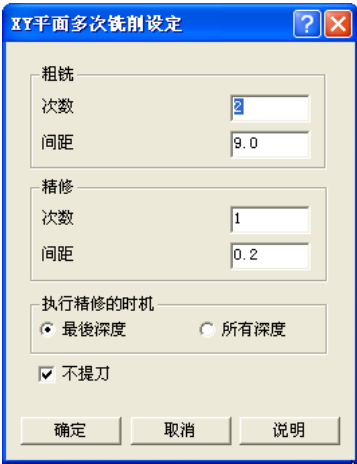

图 1-35 平面多次铣削参数
- 5) 单击“平面多次铣削”，输入次数：2、间距：9.0、次数：1、间距：0.2，点选“最后深度”，勾选“不提刀”，单击“确定”退出，如图 1-35 所示。